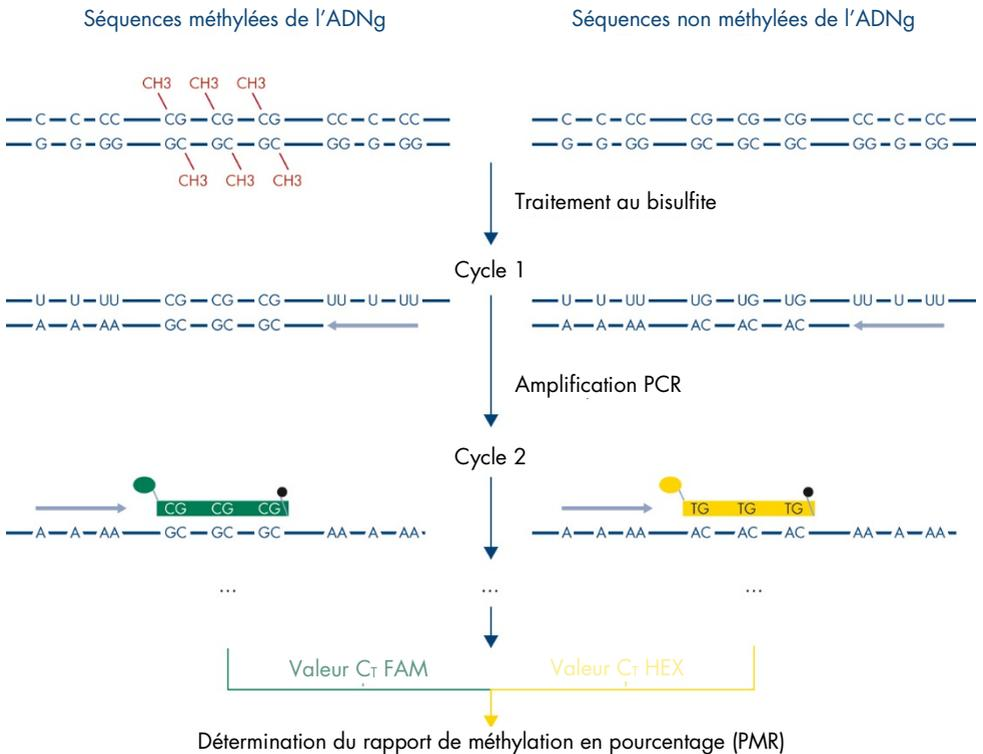
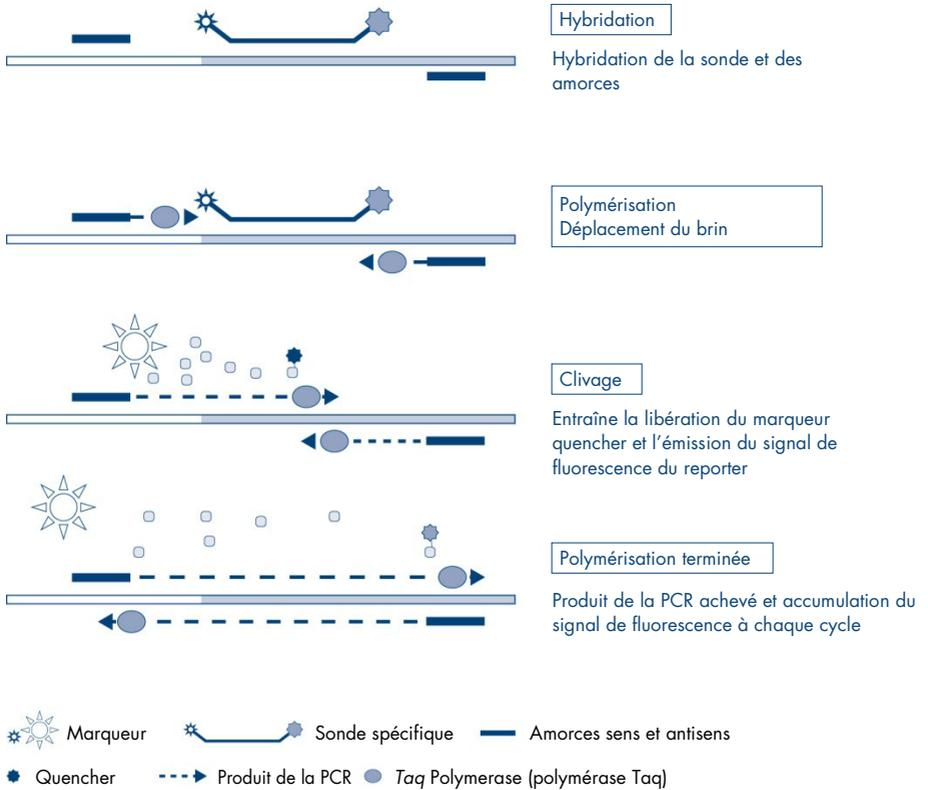

Figure 2. Principe du test du kit *therascreen* PITX2 RGQ PCR.
Figure 3. Principe du test PCR en temps réel TaqMan.
Le test du kit *therascreen* PITX2 RGQ PCR utilise le principe de l'hydrolyse d'une oligonucleotide des sondes TaqMan® qPCR en association avec les amorces non spécifiques de la méthylation (Figure 2, page suivante). Ce test utilise une paire d'amorces qui amplifie toutes les séquences cibles traitées au bisulfite. Deux signaux différents sont obtenus à partir de cette amplification en utilisant deux sondes marquées avec des colorants différents. Ces sondes, constituées d'oligonucléotides marqués à l'aide d'un colorant reporter 5' (FAM™ or HEX™) et d'un quencher sans colorant 3' en aval, s'hybrident à une séquence cible à l'intérieur du produit de la PCR. Une sonde est spécifique aux séquences bisDNA obtenues à partir des séquences méthylées colorées avec FAM. L'autre sonde est spécifique aux séquences bisDNA obtenues à partir des séquences non méthylées colorées avec HEX. L'analyse par qPCR TaqMan utilise l'activité exonucléase 5'→ 3' de l'ADN polymérase du *Thermus aquaticus* (*Taq*). Quand la sonde est intacte, la proximité du reporter et du quencher entraîne la suppression de la fluorescence du reporter principalement par transfert d'énergie de type Förster. Durant la PCR, si la cible d'intérêt est présente, les amorces sens et anti-sens se fixent spécifiquement et cernent la sonde hybridée. L'extrémité 3' de la sonde est bloquée afin d'éviter l'extension de la sonde lors de la PCR (Figure 3, page 11). Durant la phase de polymérisation, l'activité exonucléase 5'→ 3' de l'ADN polymérase coupe la sonde, ce qui entraîne la libération du quencher et l'émission du signal de fluorescence du reporter. Les fragments de la sonde sont alors déplacés de la cible, puis la polymérisation du brin se poursuit. Ce processus intervient à chaque cycle et n'interfère pas avec l'accumulation exponentielle du produit (Figure 3, page 11). L'augmentation du signal fluorescent n'est détectée que si la séquence cible est complémentaire des amorces et de la sonde et donc amplifiée durant la PCR. Le cycle de PCR pendant lequel la fluorescence d'une réaction particulière correspond aux valeurs seuils (données par le logiciel *therascreen* PITX2 Assay Package) est défini comme la valeur C_T .
Les résultats du test du kit *therascreen* PITX2 RGQ PCR sont deux valeurs C_T , une pour le FAM et une pour l'HEX. Un PMR est calculé à partir de la valeur ΔC_T entre les deux signaux (Figure 2, page suivante). Le calcul du PMR est effectué à partir de la formule suivante (11) :